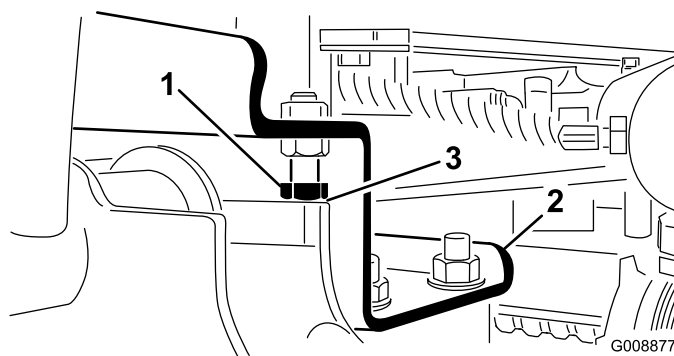

Рисунок 12
A. Ослабьте затяжку стопорных винтов (Рисунок 12).
2. Убедитесь в том, что зазор между каждым подъемным рычагом и упорным болтом составляет от 0,13 до 1,02 мм (Рисунок 12). Если зазор выходит за пределы данного диапазона, отрегулируйте упорные болты для обеспечения необходимого зазора.